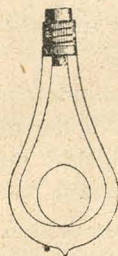

Fig. 213.—Lámpara de incandescencia.
**3. Incandescencia en el vacío.** — Las lámparas de incandescencia aprovechan el calor producido por una corriente que atraviesa un hilo fino introducido en el circuito (fig. 213).